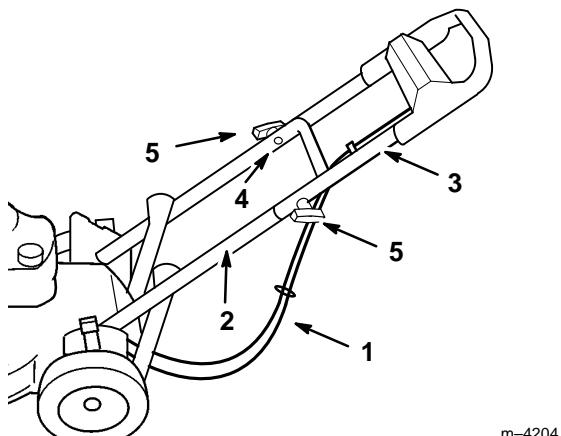

Figure 2
- Glisser les extrémités du mancheron supérieur en position sur le mancheron inférieur pour que les deux éléments se logent l'un dans l'autre (Fig. 2)
- Veiller à faire passer les câbles par le dessous ou l'arrière du mancheron inférieur comme illustré à la figure 2.
6. Fixer le mancheron supérieur au mancheron inférieur à l'aide des deux boulons à tête courbe et des deux boutons restants (Fig. 2).